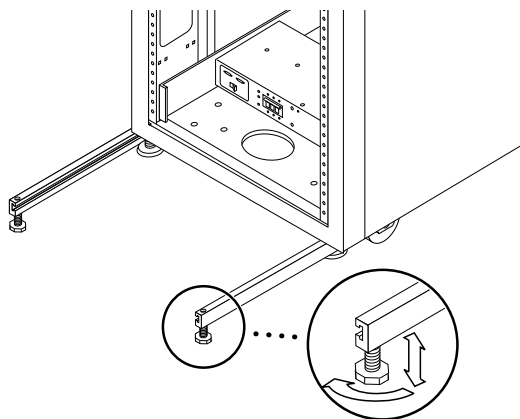

FIGURE 2-4 Réglage des pieds de nivellement sur le pied de stabilisation
6. **Utilisez la clé de nivellement et réglez chaque pied de stabilisation de manière à ce qu'ils collent au sol (FIGURE 2-4).**